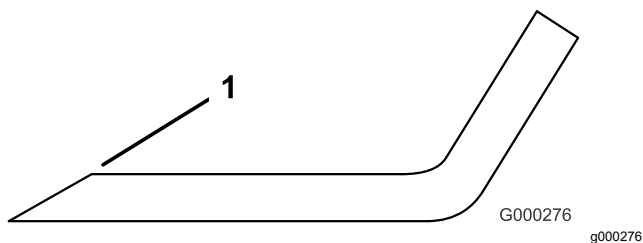

Figura 99
- Examinezi marginile de tăiere ale tuturor lamelor i ascuii-le dacă sunt tocite sau crestate (Figura 99).
Notă: Ascuii doar partea superioară a marginii de tăiere i meninei unghiul de tăiere inițial pentru a asigura ascuirea (Figura 99). Lama rămâne echilibrată dacă elimini aceeași cantitate de metal de pe ambele margini de tăiere.